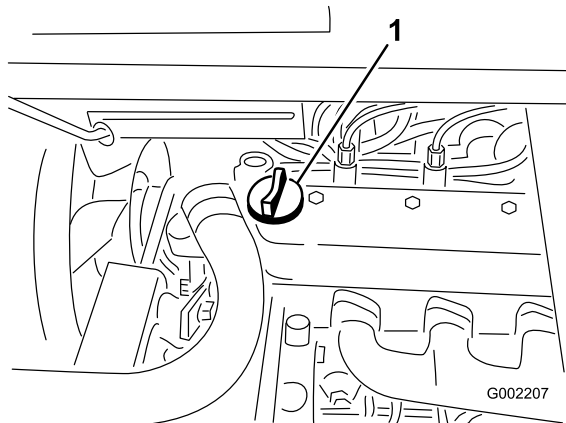

Figura 41
3. Se l'olio è insufficiente, togliete il tappo di rifornimento dal coprivalvola (Figura 41) e versate l'olio nel foro finché non raggiunge il segno di Full (pieno) sull'asta; il tipo di olio e la viscosità adatti sono riportati nella sezione Manutenzione dell'olio motore. Versate l'olio